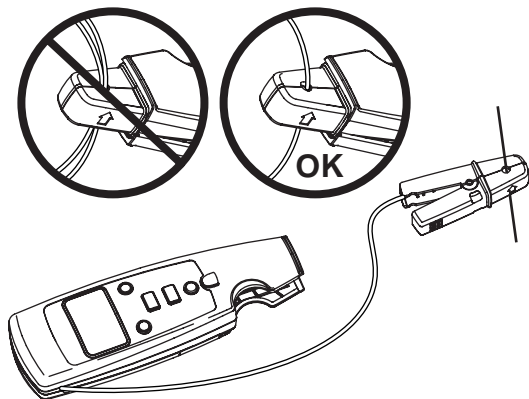

Figura 2. Toma de mediciones
2. Coloque la quijada alrededor del conductor a prueba. La pinza muestra la corriente medida del conductor. Vea la figura 2.